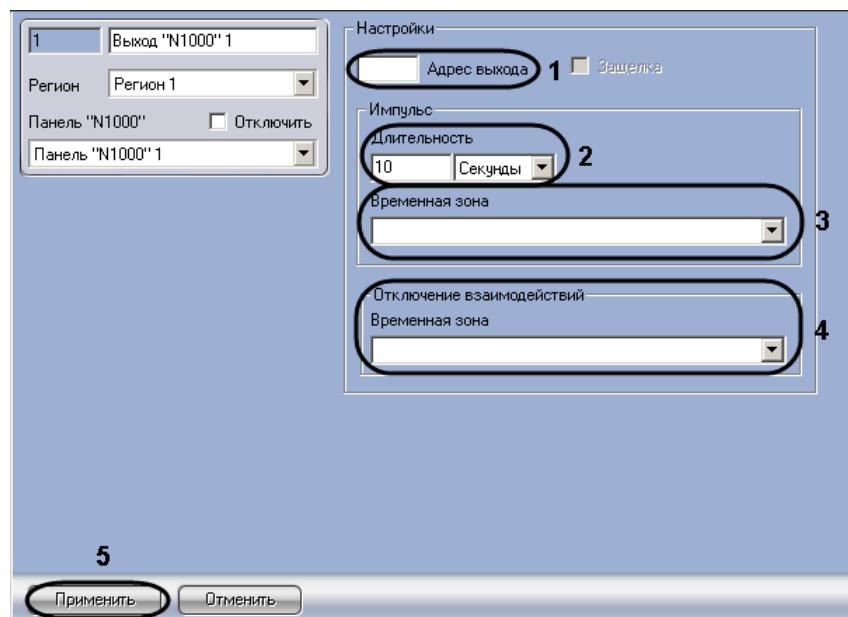

Рис. 3.5—6 Панель настроек объекта Выход “N1000”
2. Ввести адрес выхода в поле **Адрес выхода** (см. Рис. 3.5—6, 1).